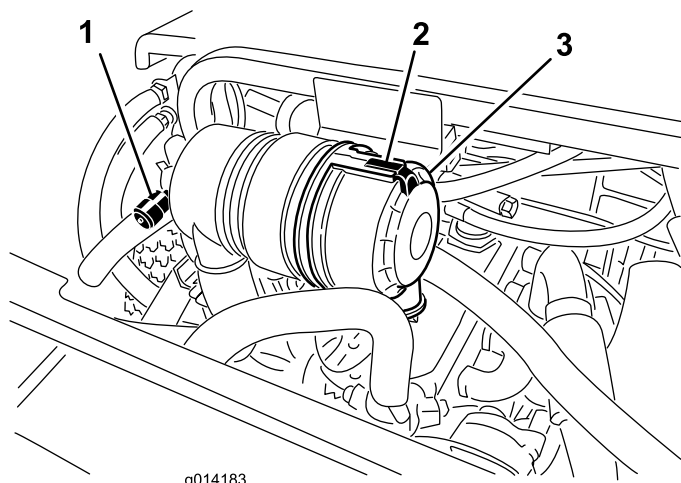

図 25
エアクリーナの整備はインジケータ図 25が赤色になってから行ってください。早めに整備を行っても意味がありません。むしろフィルタを外したときにエンジン内部に異物を入れてしまう危険が大きくなります。
1. エアクリーナのカバーをボディーに固定しているラッチを外す(図 25)。